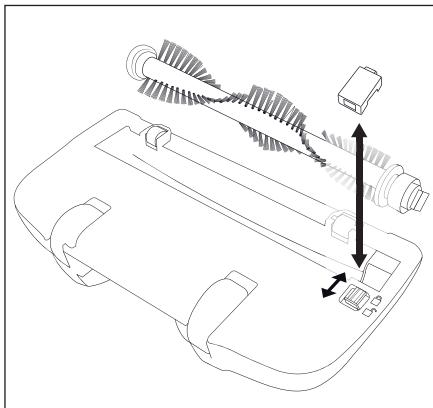

Abb. 5
- 2) Schieben Sie die Verriegelung an der Abdeckplatte Richtung **■**-Symbol und nehmen Sie die Abdeckplatte ab (Abb. 5).
- 7) Setzen Sie die Abdeckplatte wieder auf, bis die Abdeckplatte einrastet. Die Abdeckplatte verriegelt, indem sich die Verriegelung automatisch Richtung -Symbol schiebt (Abb. 5).